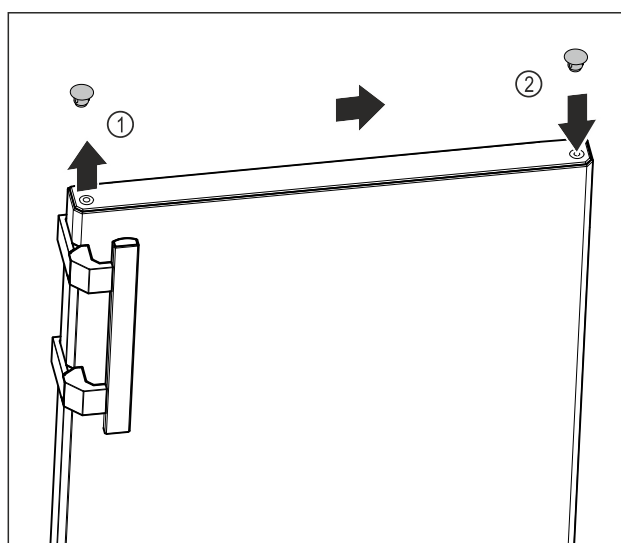

Fig. 10
- ▶ Soulever avec soin le cache de recouvrement de la partie supérieure de la porte *Fig. 10 (1)* au moyen d'un tournevis plat.
- ▶ Placer le cache de recouvrement du côté opposé. *Fig. 10 (2)*